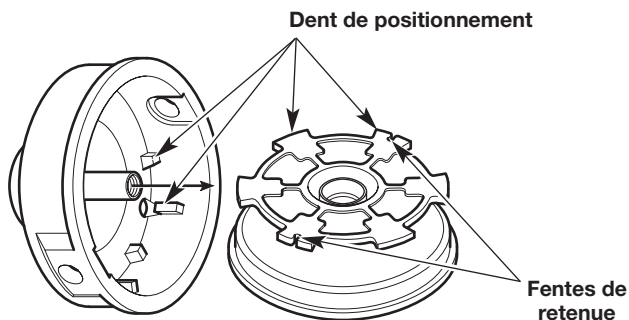

Fig. 28
6. Vérifiez l'usure des dents de positionnement et des fentes de retenue (Fig. 28). Si nécessaire, éliminez les bavures ou remplacez le moulinet et la bobine extérieure.